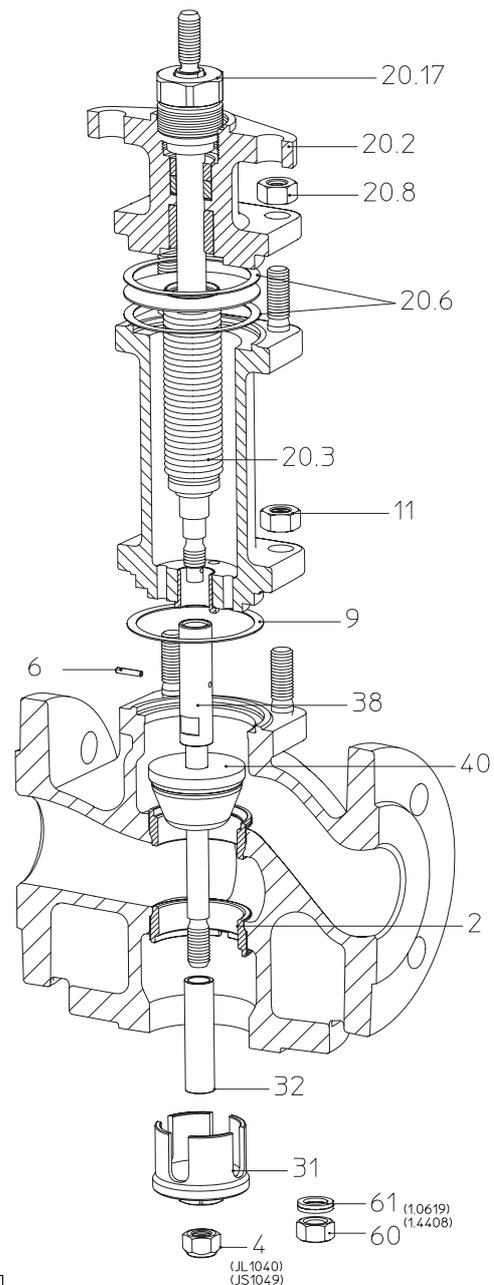
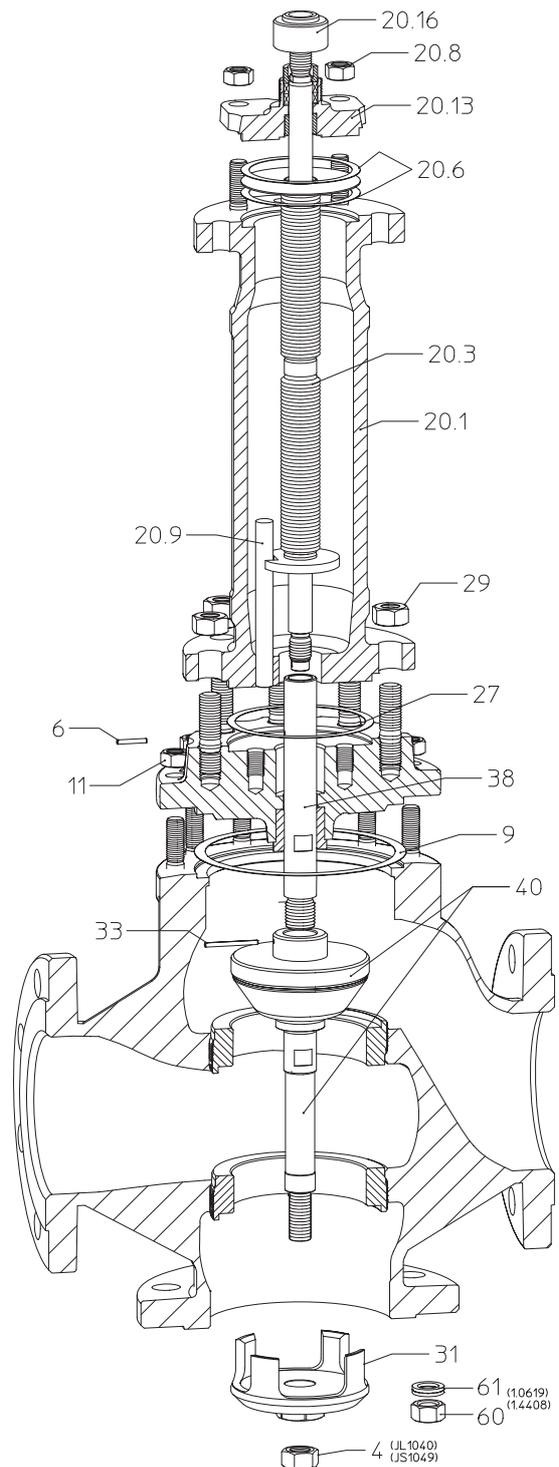

Fig. 18: Série 451 DN15-150 avec clapet diviseur
Fig. 19: Série 451 DN125v-150v avec clapet diviseur
- Dévisser la bague de siège inférieure (pos. 2) (respecter le point 7.2) - Pas nécessaire pour l'exécution avec clapet distributeur (fig. 18, fig. 19) .
- Dévisser l'écrou (pos. 4 ou pos. 60) et ce faisant maintenir la clé (haut de tige).
- Démontez le clapet (pos. 3 ou 31).